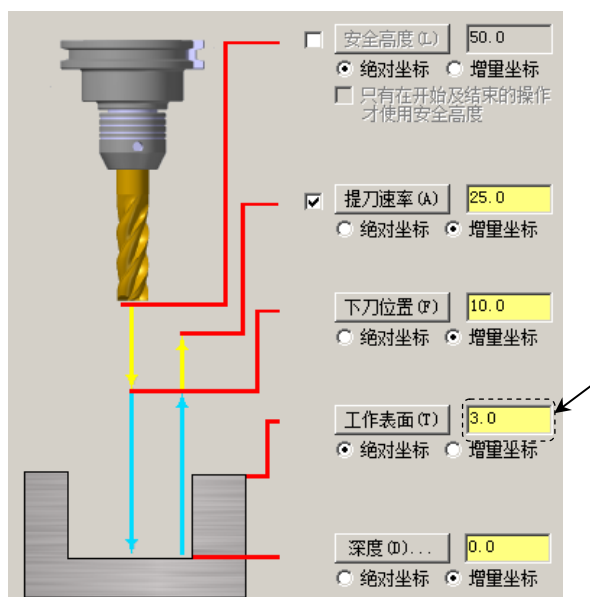

图 11.10 “共同参数”参数设置界面
Step9. 设置共同参数。在“2D 刀具路径 - 平面铣削”对话框的左侧节点列表中单击 **共同参数** 节点，设置图 11.10 所示的参数。